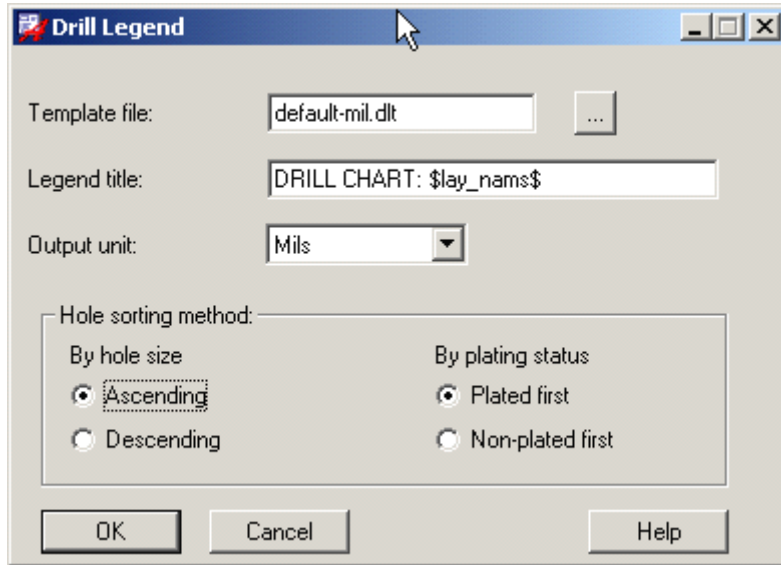

图 15 “Drill Legend”对话框
1.2 在主菜单中选择 **Manufacture** → **NC** → **Drill Legend** 命令，弹出“Drill Legend”对话框，如图 15 所示。